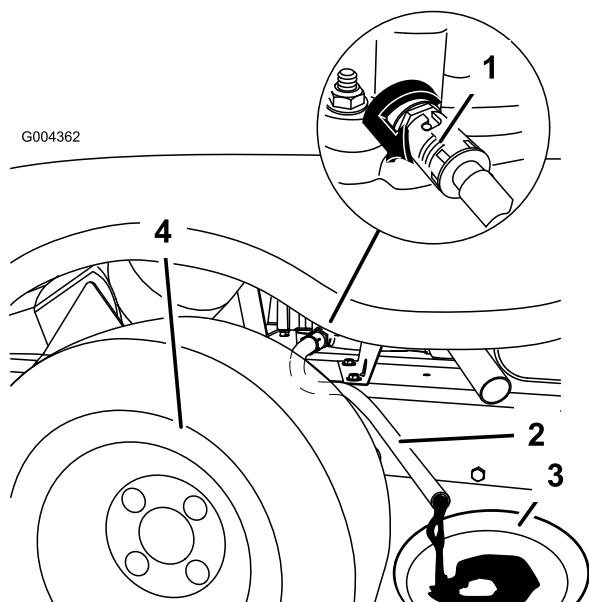

Bild 35
6. Stellen Sie ein Auffanggefäß unter den Ablassschlauch. Öffnen Sie das Ölablassventil, um das Öl abzulassen (Bild 35).
8. Entfernen Sie den Ablassschlauch (Bild 35).